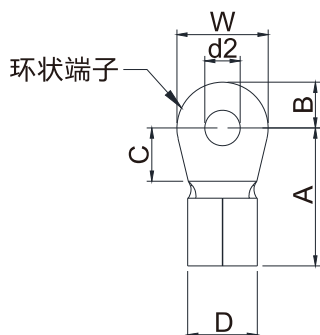
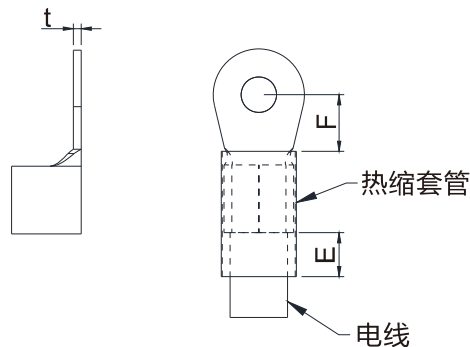

图 5-5
图 5-6
- 主回路端子接线使用环状端子，请见图 5-5 与图 5-6，其他接线方式则须符合当地国家规定。
- 在把电线压接至符合 UL 认证的环状端子后，才能在电线套上也是符合 UL 和 CSA 认证的绝缘热缩套管（可耐至少 600V_{AC}，YDPU2），绝缘热缩套管的规格请见图 5-6。